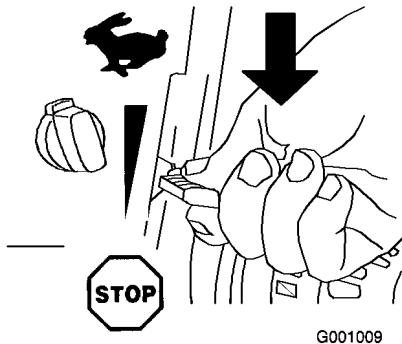

Figure 25
- Réglez la manette d'accélérateur à la position d'arrêt (Figure 25).